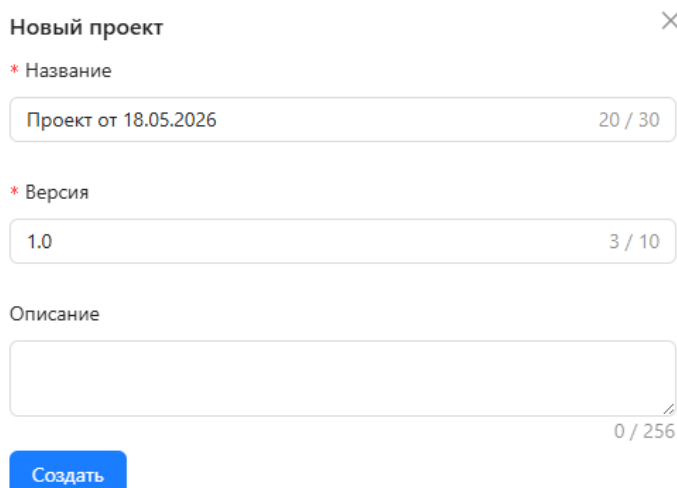

Рисунок 7.31 – Создание нового проекта
- в) нажмите кнопку **«Создать»** в соответствии с рисунком Рисунок 7.31.